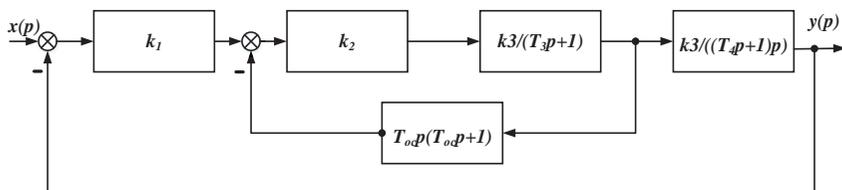

Рисунок 7
2. Определить передаточную функцию для САУ, структурная схема которой представлена на рис. 7, если  $k_1=2$ ,  $k_2=100$ ,  $k_3=100$ ,  $k_4=2.5$  1/с;  $T_3=0,05$  с,  $T_4=0,07$  с,  $T_{oc}=0,2$  с.